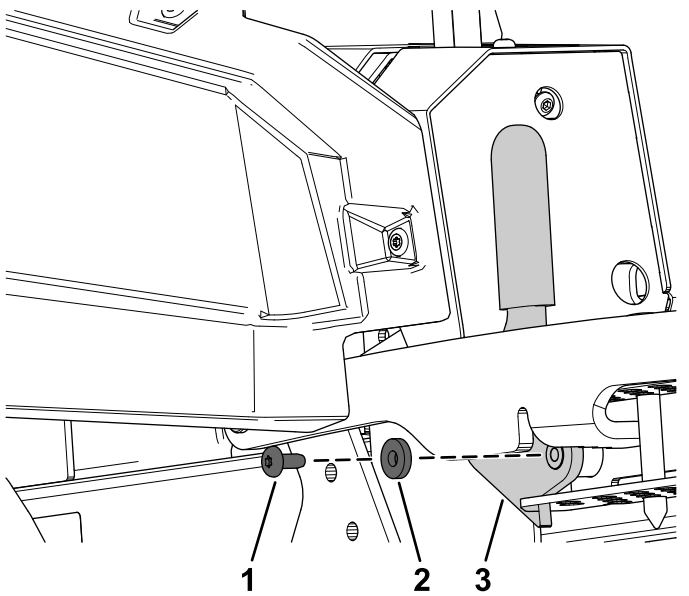

Figura 26
3. Retire el perno, la arandela y el bloqueo de transporte (Figura 26).